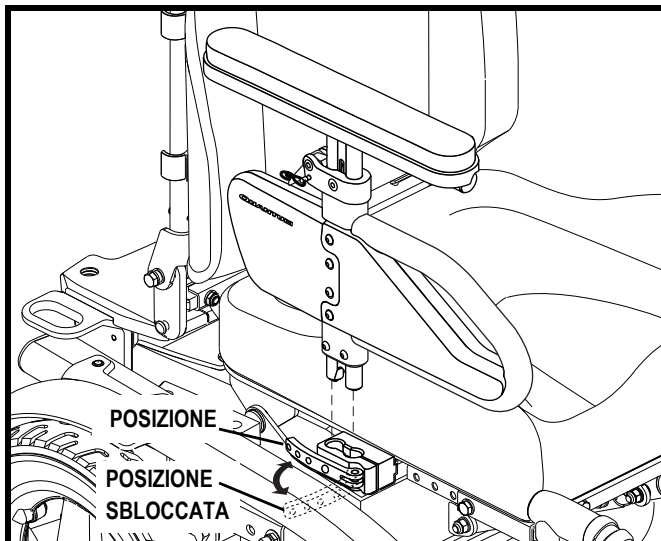

Figura 15. Rimozione/Installazione bracciolo
1. Ruotare la leva di blocco del bracciolo in avanti. Vedere figura 15.
1. Posizionare il gruppo del bracciolo nel blocco corrispondente. Vedere figura 15.